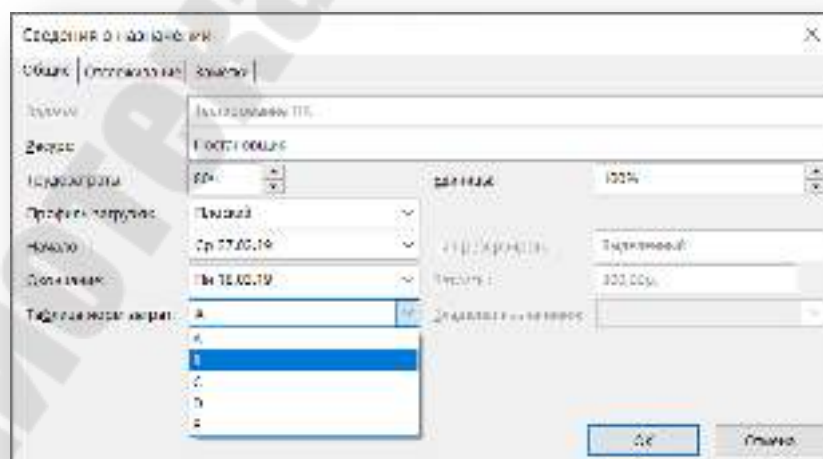

Рис. 2.34. Изменение норм затрат
2. На вкладке *Общие* выбрать Таблица норм затрат – В (рисунок 2.34).